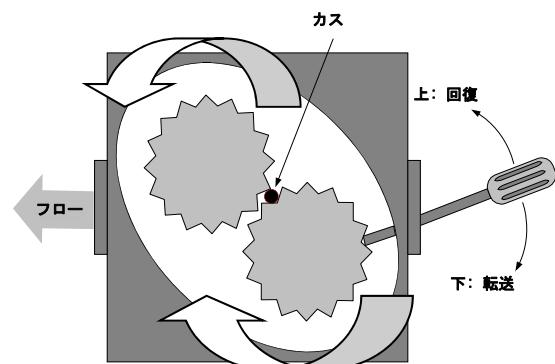

図 25
3. スクリュードライバーを使って手動でギアを回します(図 25 参照)。